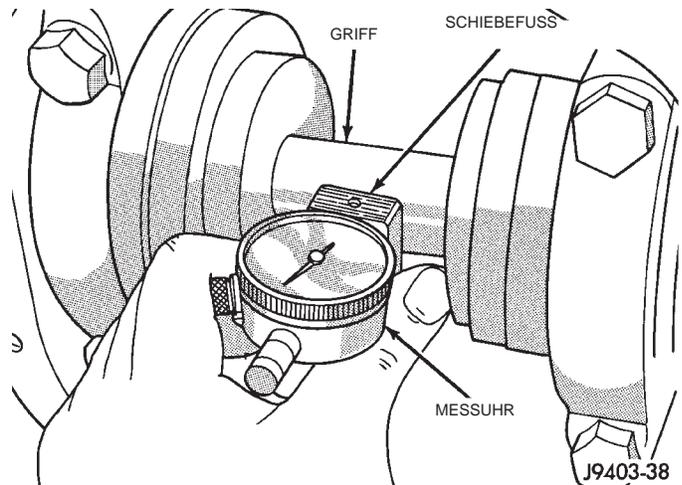

Abb. 62 Tiefenmessung des Antriebskegelrads—Typisch
(5) Meßuhr C-3339 am Schiebefeß D-115-2 montieren und mit der Feststellschraube fixieren.
(6) Schiebefeß/Meßuhr so am Differentialgehäuse zurechtschieben, daß die Meßnadel und der Schiebefeß bündig an der Rückseite des Stufenklotzes anliegen. Schiebefeß festhalten und die Skala der Meßuhr auf Null stellen. Die Feststellschraube der Meßuhr anziehen.
(7) Den Schiebefeß am Stufenklotz anliegen lassen und die Meßnadel langsam über die Kante des Stufenklotzes schieben. Feststellen, wieviele Umdrehungen die Anzeigenadel gegen den Uhrzeigersinn zurücklegt (ca. 3 mm, 1/8 Zoll).
(8) Die Meßnadel über den Spalt zwischen Stufenklotz und Griffstange schieben, wobei der Schiebefeß am Stufenklotz anliegen muß (Abb. 62). Wenn die Meßnadel die Griffstange berührt, bewegt sich die Anzeigenadel im Uhrzeigersinn. Die Meßnadel so gegen die Griffstange drücken, daß die Nullstellung auf der Skala erreicht wird (jedoch nicht die Skala verstellen). Die Meßnadel weiter bewegen, bis sie den höchsten Punkt am Umfang der Griffstange erreicht. Den höchsten Anzeigewert notieren. Wenn die Meßnadel den Nullwert nicht erreichen kann, ist die hintere Lagerschale oder der Stufenklotz nicht richtig eingebaut.